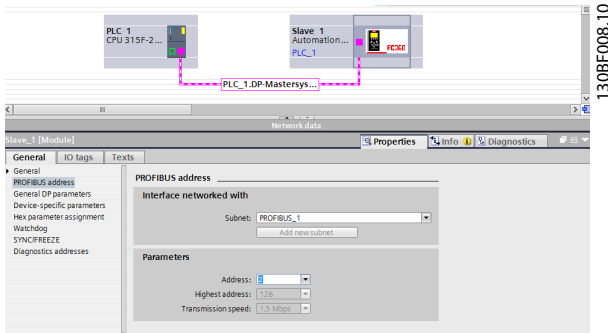

Рисунок 3.6 Выбор адреса
- Откроется окно адреса для FC 360. Выберите адрес из раскрывающегося списка. Убедитесь, что установленный адрес соответствует предыдущей настройке адреса в параметр 9-18 Адрес узла. См. *Рисунок 3.6.*